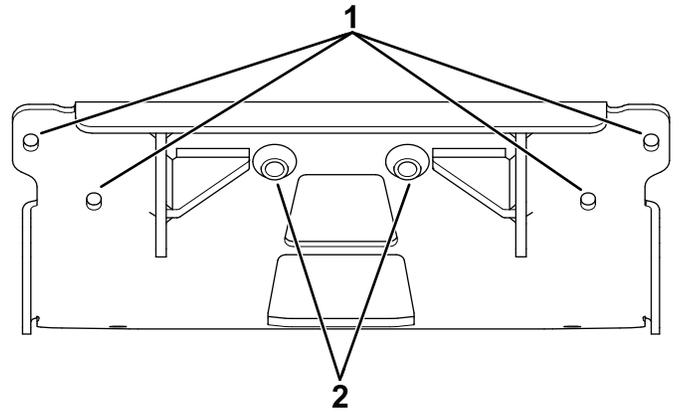

Bild 3
7. Bohren Sie mit einem Bohrer (14 mm) die beiden inneren Löcher am Metallunterfahrschutz des Fahrzeugs (Bild 3).
6. Bohren Sie mit einem Bohrer (11 mm) die vier äußeren markierten Löcher am Metallunterfahrschutz des Fahrzeugs (Bild 3).